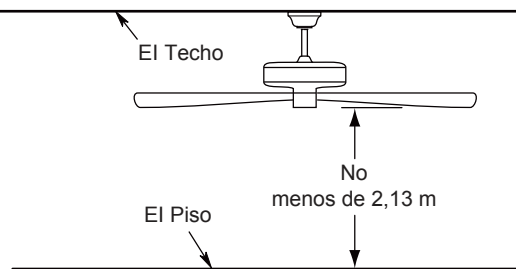

Figura 2
- ☐ 2. Alternando posiciones, extraiga los tres tornillos del acoplamiento del motor y guarde los tornillos para el Paso 4. (Figura 2)
Debe colgar el ventilador a una distancia mínima de 2,13 m desde las aspas hasta el piso. (Figura 2)